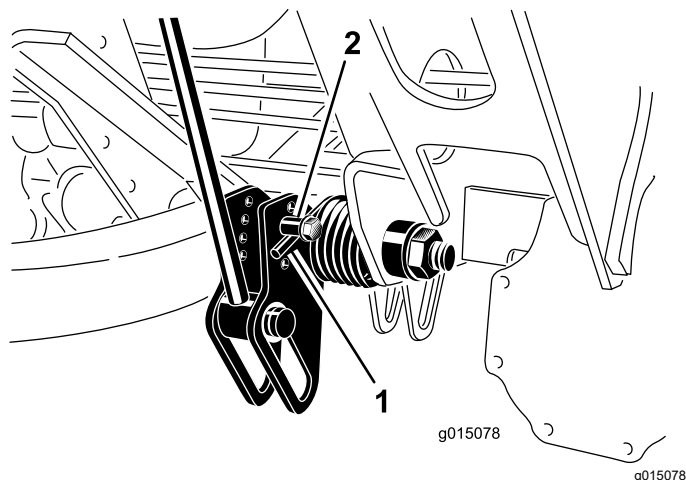

Figura 40
2. Coloque un tubo u otro objeto similar sobre el extremo largo del muelle para aliviar la tensión durante el ajuste (Figura 40).
3. Para aliviar la tensión del muelle, retire el perno y la contratuerca que sujetan el actuador del muelle al soporte (Figura 40).